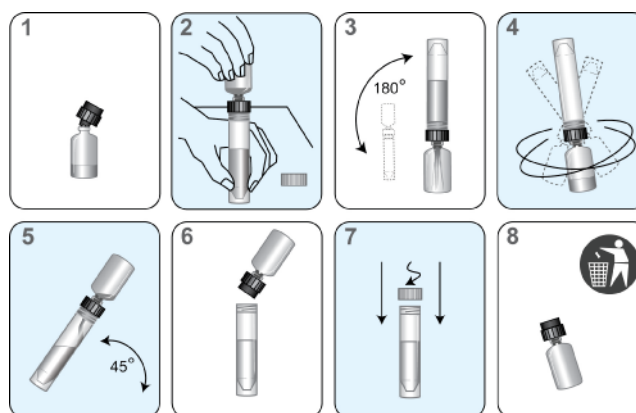

Figura 4. Proceso de reconstitución de los reactivos
- ii. Inserte firmemente el extremo ranurado del collar de reconstitución (negro) en el vial (Figura 4, paso 1).
- iv. Ponga el frasco de solución de reconstitución sobre una superficie estable (p. ej., una mesa de trabajo). A continuación, invierta el vial de reactivo liofilizado sobre el frasco de solución de reconstitución y acople firmemente el collar al frasco de solución de reconstitución (Figura 4, paso 2).
- v. Invierta lentamente los frascos acoplados (el vial acoplado al frasco de solución) para permitir que la solución pase al vial de cristal (Figura 4, paso 3).
- vi. Agite los frascos acoplados durante un mínimo de 10 segundos (Figura 4, paso 4).
- c. Incline lentamente de nuevo los frascos acoplados para hacer que toda la solución vuelva al frasco de solución de reconstitución (Figura 4, paso 5).
- d. Retire con cuidado el collar de reconstitución y el vial de cristal (Figura 4, paso 6).
- e. Vuelva a tapar el frasco. Registre las iniciales del usuario y la fecha de reconstitución en la etiqueta (Figura 4, paso 7).